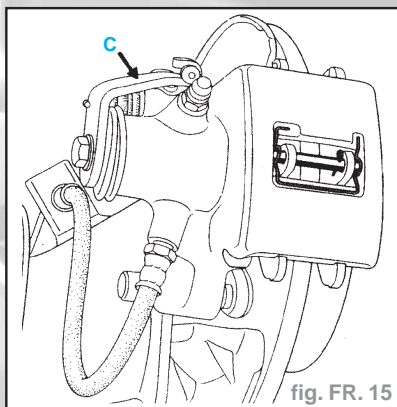

fig. FR. 15
- Contrôler le réglage du frein à main. Les leviers (C) doivent décoller entre le 1er et le 2ème cran de la course du levier de commande et restent décollés au 2ème cran (fig. FR. 15).